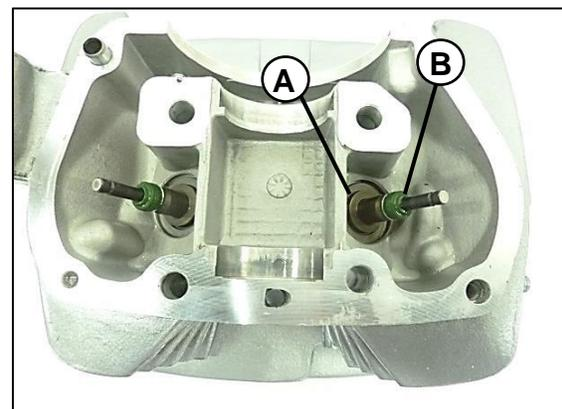

Fig. 20
Al desmontar las válvulas revisamos las guías (A) y reemplazamos los retenedores de las válvulas (B) siempre que se desmonten de su guía. **Fig. 20**